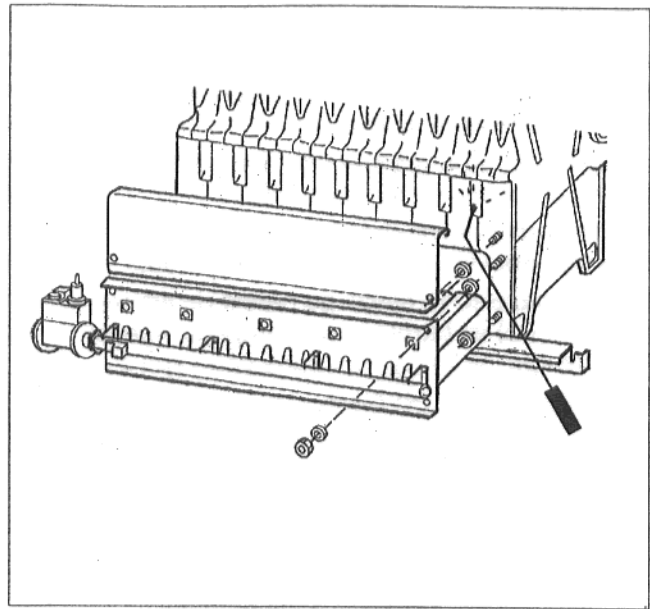

Fig. 15
- Elementele de încălzire cu gaz se vor stropi uniform cu detergent de sus și lateral (Fig. 15/16).